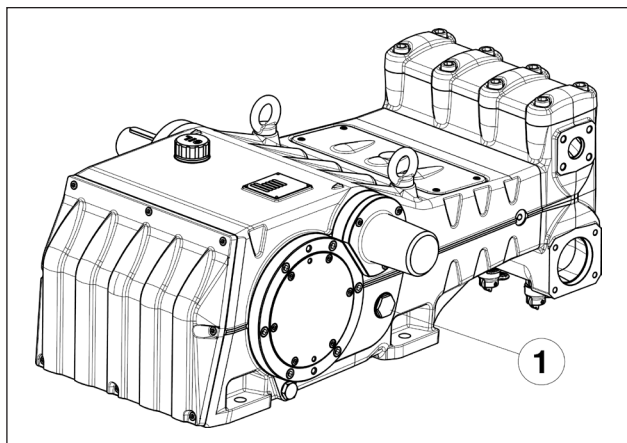

Рис. 8
- Масло в картере насоса находится на нужном уровне при проверке с помощью специальных индикаторов уровня, расположенных по бокам картера (поз. ①, Рис. 8).